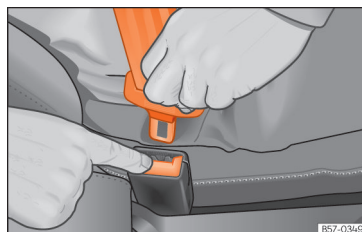

Fig. 27 Deixar anar la llengüeta del tancament del cinturó.
- Premeu la tecla vermella del tancament »» fig. 27. La llengüeta saltarà del tancament.